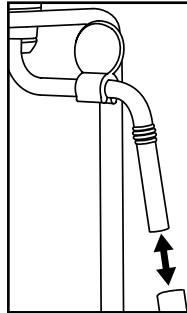

Abb. 3
- 5) Ziehen Sie die Hülle der Milchaufschäumdüse 10 ab (Abbildung 3) und reinigen Sie diese sorgfältig im warmen Wasser.
- 7) Schieben Sie die Hülle wieder auf die Düse (s. Abb. 3).